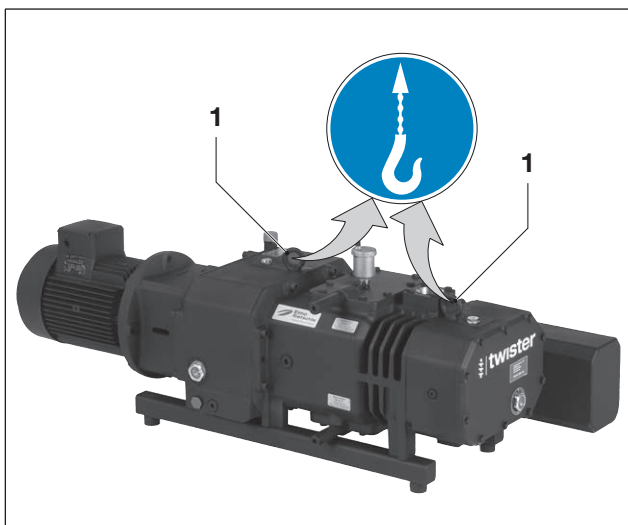

Abb. 1 Anheben und Transportieren
- a) Die Ringschrauben (Abb. 1/1) fest anziehen.